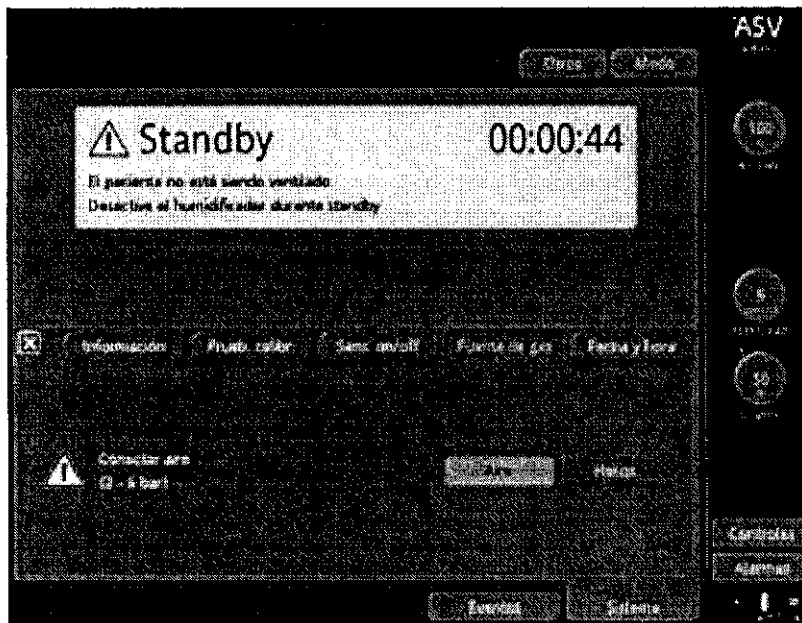

Figura 5. Ventana Fuente de gas
2. Abra la ventana **Sistema -> Fuente de gas** (Figura 5). Seleccione **Aire** o **Heliox** para reasignar el gas en la entrada de aire. Cierre la ventana.